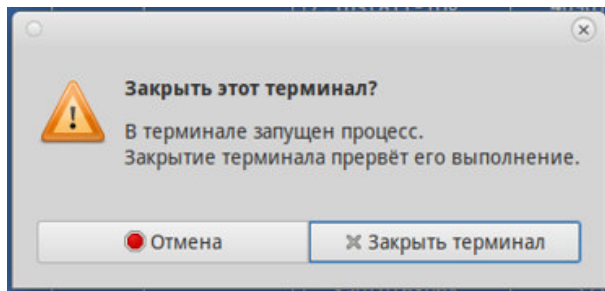

Рисунок 12
3.3.1.8 Закрывать терминал (рисунок 12).